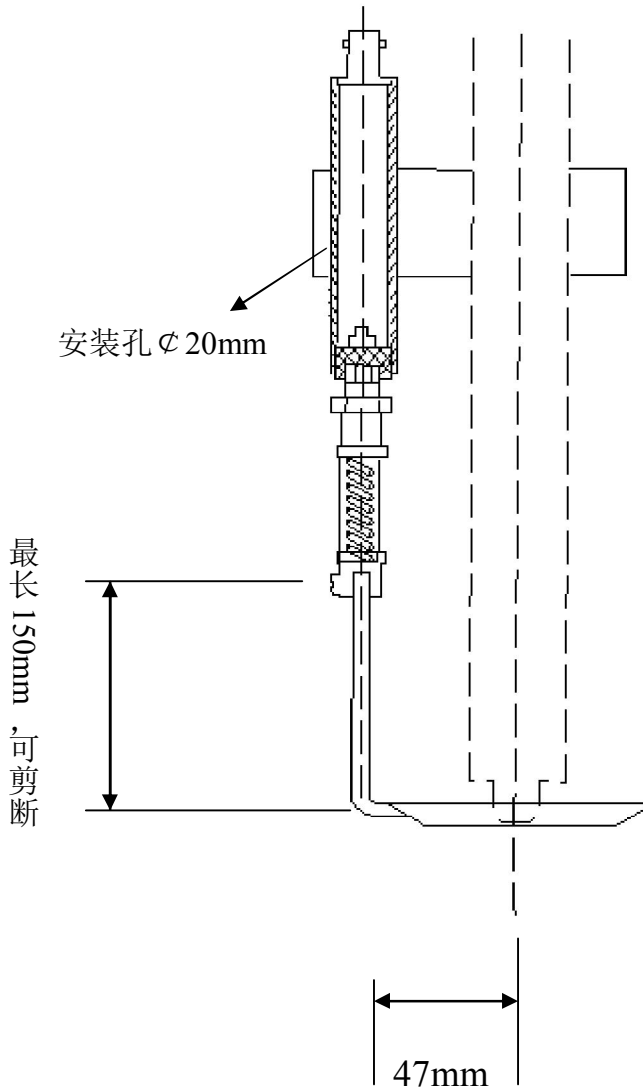

图 6：探头的安装
2、探头的安装：根据使用经验，探头的安装应稍微低于割炬 1~2mm 左右，这样在自动调高的工作过程中可以有效防撞和减小切割板材边缘时的边缘效应。安装示意图如图 6 所示。但在等离子切割时，为尽量避免等离子弧电压引入探头，探头应稍高于等离子割嘴。